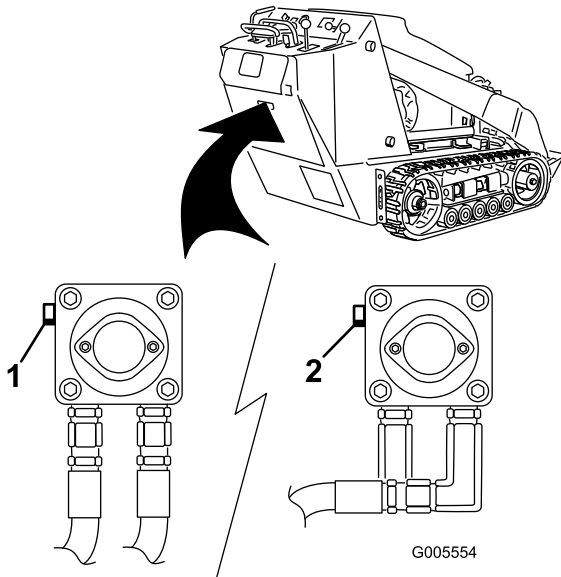

Figura 17
3. Usando una llave inglesa, gire las válvulas de remolcado de las bombas hidráulicas dos vueltas en el sentido contrario a las agujas del reloj (Figura 17).